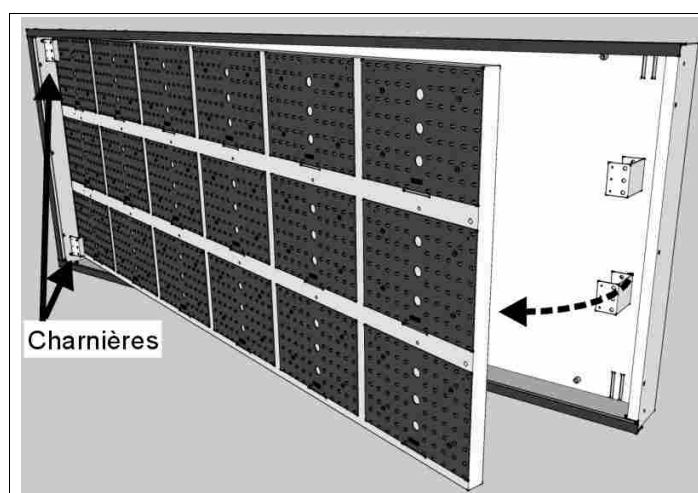

Fig. 12: Vis du support des cartes à LED
- Dévissez les deux vis de fixation du support métallique des cartes à LED (Fig. 12), placées sur le côté droit de celui-ci, avec un tournevis cruciforme.